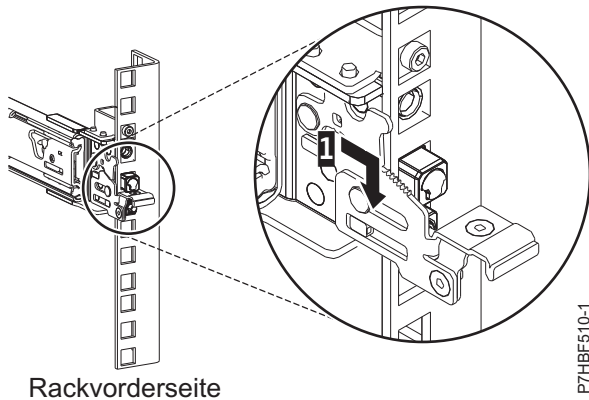

Abbildung 5. An der vorderen Schiene des Racks befestigte Stifte
6. Ziehen Sie die Schiene nach vorne und setzen Sie an der Vorderseite der Schiene drei Stifte in die zuvor markierten Bohrungen innerhalb der ausgewählten EIA-Einheit ein. Senken Sie die Schiene ab (1), damit der hakenförmige mittlere Stift einrastet. Einzelheiten finden Sie unter Abb. 5 auf Seite 6.